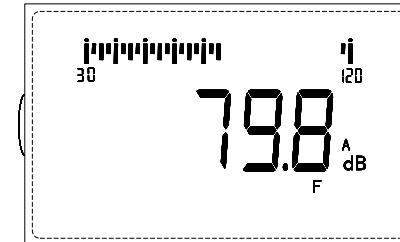

图5
- 1) 按计权按钮使显示器显示“C”, LCD上显示的就是“C”声级的测量值。按“计权”按钮使显示器显示“Lin”, LCD上显示的就是“线性声压级”的测量值。见图5。
3) 时间计权快（F）、慢（S）的选择一般采用快档“F”，如果读数变化较大，可采用慢档“S”时间计权。见图5。